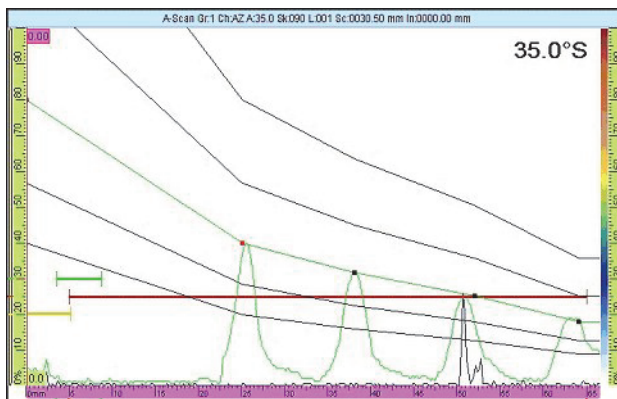

図 6-8 DAC カーブの検証
3. 各反射源の上をスキャンし、すべての反射源が DAC カーブ上にあるか確認します (184 ページの図 6-8 参照)。